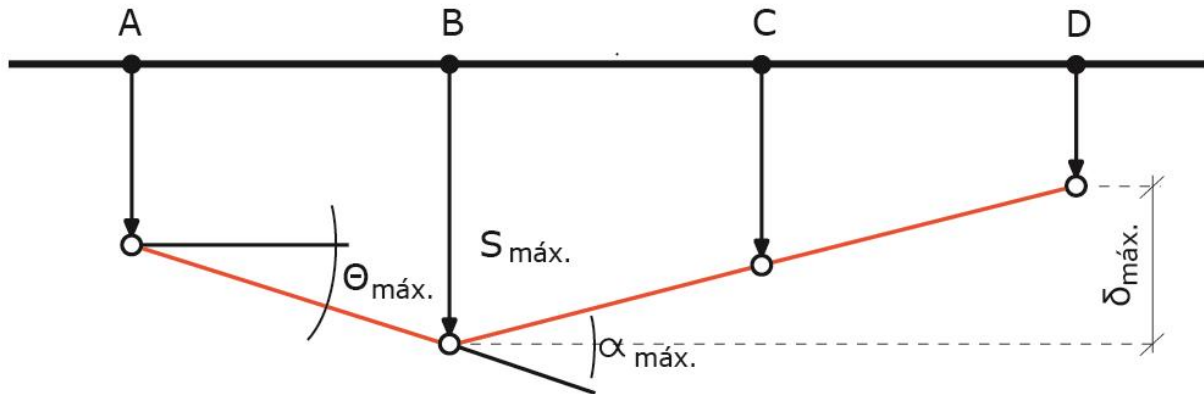

Figura 44: Representação das variáveis de movimento de fundações
A NBR 6122 nomeia algumas letras como parâmetros de estudo para o movimento de fundações que devemos conhecer. São eles (Figura 44):
- δs : recalque ou levantamento diferencial entre dois pontos da estrutura (observe na figura 44 o $\delta_{m\acute{a}x}$);
- ✓ Esclarecendo: a rotação relativa é o ângulo entre uma linha de referência (por exemplo, a linha original que liga os pontos AB da sapata na figura 44) e a nova linha dessa mesma estrutura.